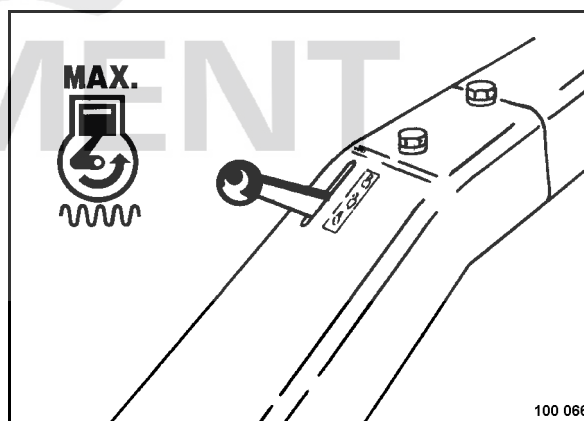

fig. 39
- Positionner le levier de réglage du régime (fig. 39) sur "MAX".